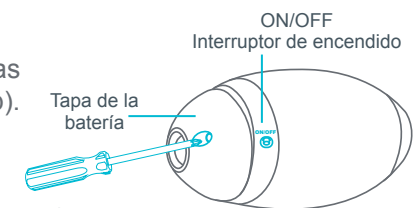

Fig. 5b
- Use un desarmador para retirar el tornillo del compartimento de baterías y extraiga la tapa (Fig. 5b).
- Requiere (2) pilas AAA (no incluidas).